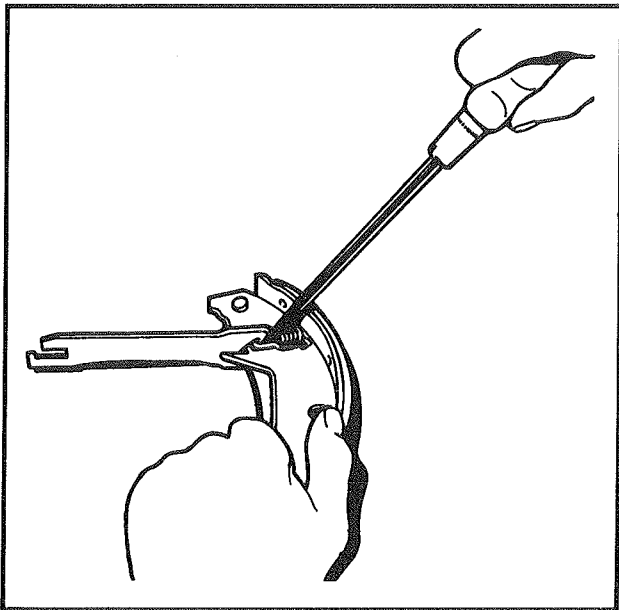

Fig. 9
- Déposer la barrette de liaison des segments après avoir extrait son ressort de maintien (fig. 9).